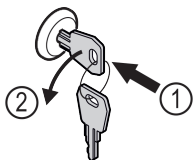

Fig. 207
- ▶ Włożyć kluczyk. Fig. 207 (1)
- ▶ Przekręcić kluczyk o 90° w lewo. Fig. 207 (2)